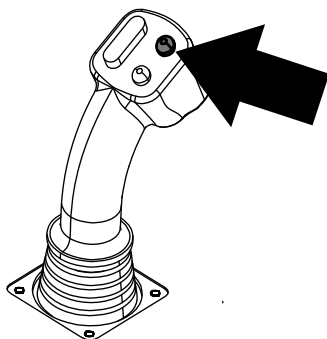
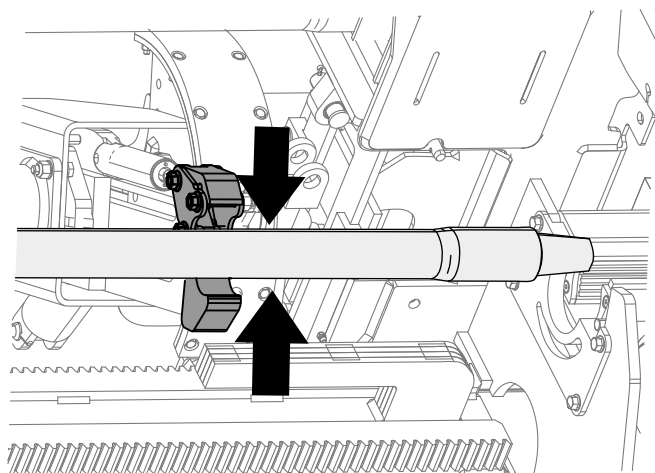

Figure 11
Figure 12
6. Maintenez le bouton supérieur enfoncé sur le levier de commande pour saisir la tige (Figure 11 et Figure 12) puis relâchez le bouton.